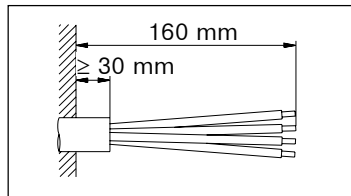

Рис. 18
- Электрический провод для подключения разрезать и изолировать в соответствии с рис. 18.
- При подключении к скрытой проводке выступающая часть присоединительного кабеля должна быть не менее 30 мм (рис. 18).